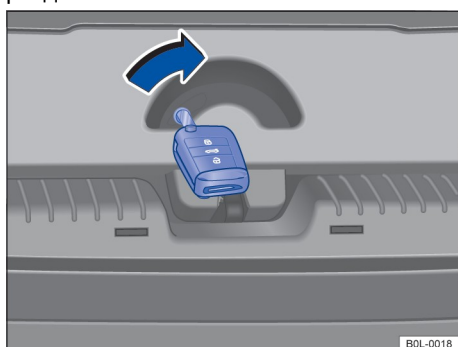

Рисунок 48. В багажнике: отпирание замка багажника
- Вставьте головку ключа в круглую прорезь в замке двери багажника и нажмите на рычаг отпирания в направлении стрелки → Рисунок 48, толкая дверь багажника наружу, пока она не откроется. ◀